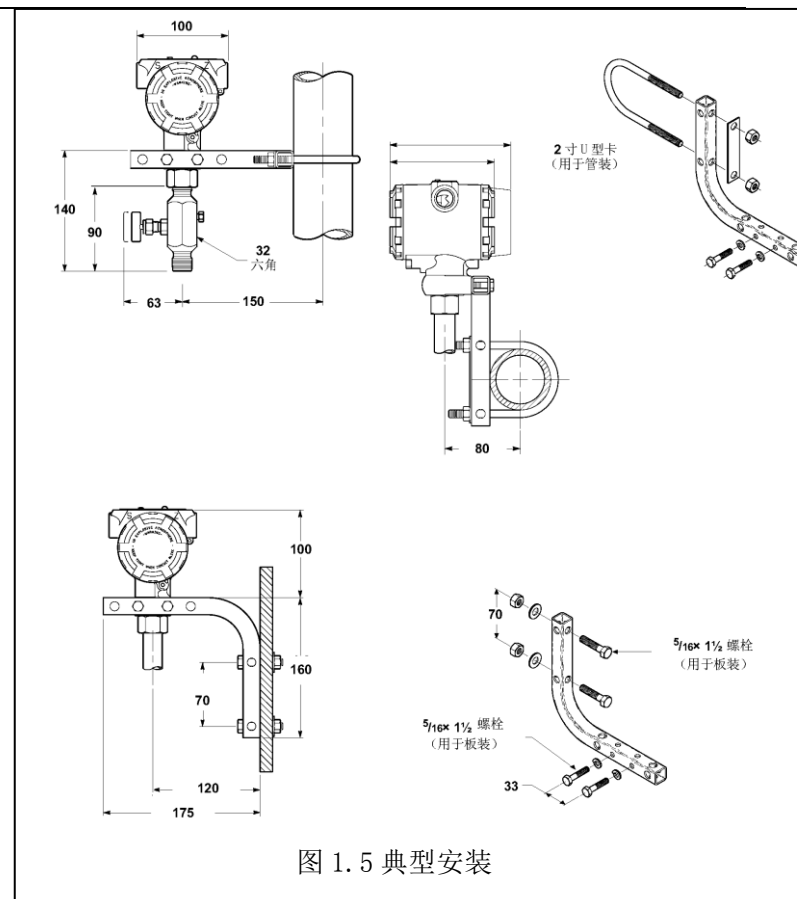

图 1.5 典型安装
a) 使用 AF1800 压力变送器对压力进行测量，很大程度上取决于变送器的正确安装，因为变送器只能安装在使用现场，在露天使用环境比较恶劣，然而变送器应尽量安装在温度梯度和温度波动比较小的地方，同时要避免振动和冲击。典型安装有管装和板装两种，见图 1.5